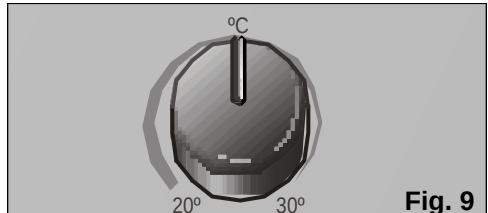

Fig. 9
- ☐ Zet de thermostaat op de gewenste temperatuur, **Fig. 9**. Als het apparaat automatisch afslaat door de thermostaat, moet u wachten totdat de temperatuur in de omgeving 2-3° C stijgt, voordat het apparaat weer gaat werken.